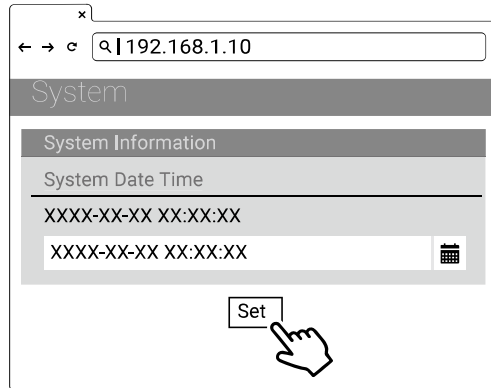

Abbildung 4-14. Datum/Urzeit einstellen
- 5) Wählen Sie SET und warten Sie, bis das Fenster zur Bestätigung des Abschlusses erscheint. Siehe nachfolgende Abbildung 4-14.